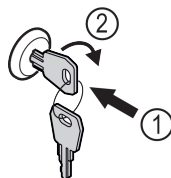

Fig. 194
- ▶ Introducir la llave. Fig. 194 (1)
- ▶ Girar la llave 90° en sentido horario. Fig. 194 (2)